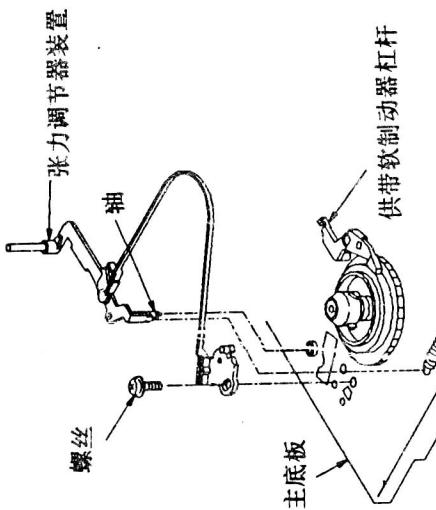
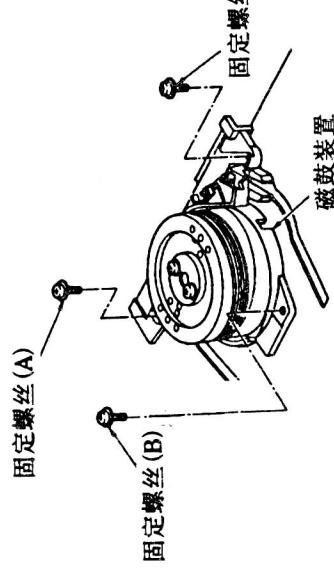

图43
图46
- (7)凸轮开关的拆装
- 步骤: ①如图43所示,旋下螺丝和凸轮开关装置; 润滑脂;
②在装载凸轮的凸起部(低于开缺口)处添加润滑脂;
- (8)将装载驱动装置安装到主底板之前,首先注意安装时的步骤与上述相反,安装时应注意马达的引线、正极性应在底部左侧,并用螺钉B将湿敏传感器安装在马达上,注意不要触摸传感器表面;
- (9)凸轮开关定位,使凸轮开关上的孔D与装载凸轮上的开缺口D相匹配,然后用螺丝固定凸轮开关。
- (10)接地电刷的拆装
- 步骤: ①如图46所示,旋下螺丝并拆下电刷;
②用酒精清洁接地带帽;
- ③更换新的接地电刷,安装时接地带一定要与接地带帽的中心相接触。